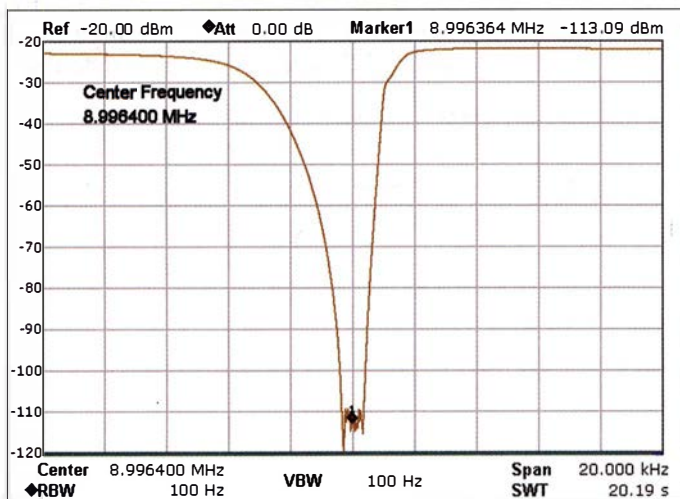

Bild 13: Dämpfungsverlauf des 9-MHz-Notch-Filters
möchte und sich nicht sicher ist, wie gut das Seitenbandrauschen (SBN) des Oszillators ist, sollte auf jeden Fall mit Filtern arbeiten. In Bild 12 sind die von mir verwendeten Filter zu sehen, Bild 13 zeigt den Dämpfungsverlauf des Notch-Filters. Der einzige Nachteil dieser Messmethode besteht darin, dass man das SBN des Empfängers erst ab einem Trägerabstand von etwa 2 kHz bis 3 kHz messen kann. Steile Filterflanken sind zweckmäßig. Wer ohne rauschbegrenzende Filter arbeiten möchte, benötigt einen *ultrarauscharmen* Testoszillator, wie den bereits erwähnten 10-MHz-OCXO von KVG. Hiermit lässt sich das SBN eines Empfängers bis zu einem Trägerabstand von 500 Hz (CW) messen.